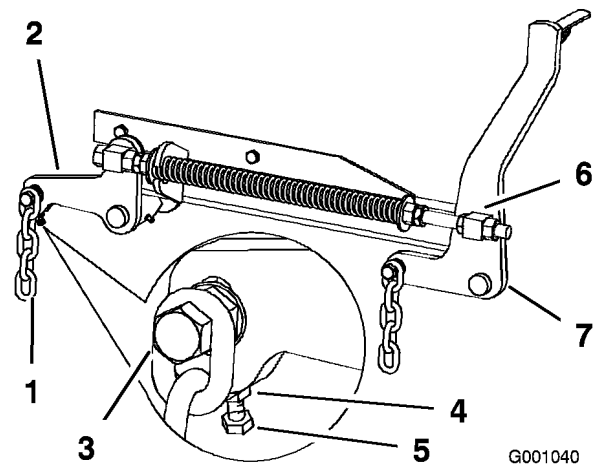

Figura 60
7. Si las medidas realizadas en las posiciones **B** o **C** no son correctas, afloje el perno que fija la cadena trasera al brazo de soporte trasero (Figura 60).
8. Afloje la contratuerca situada debajo del brazo de soporte trasero y ajuste el perno de ajuste hasta obtener una medida de 79 a 83 mm (Figura 60).
- Afije las contratuercas de pivote delantero, en la parte delantera de los pivotes derecho e izquierdo, aproximadamente 13 mm (Figura 60).
- Ajuste las tuercas de elevación en el lado izquierdo y derecho de la máquina hasta obtener una distancia de 6 a 10 mm menos en la parte delantera en **A** que en la parte trasera, en **B** (Figura 60).